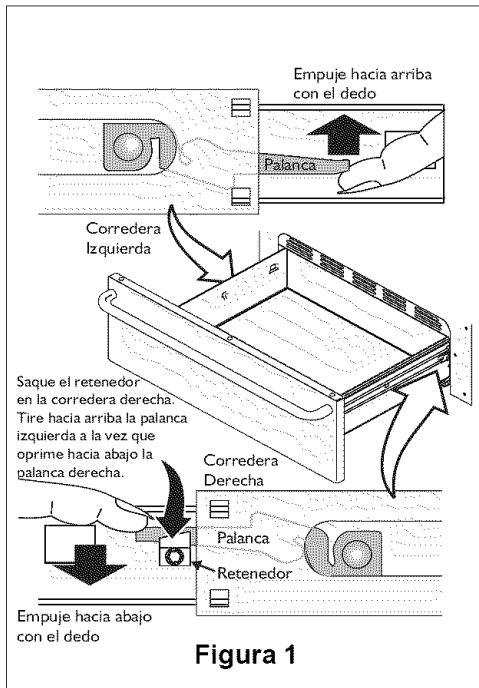

Figura 1
3. En la corredera de la derecha usted encontrará un shield sujeto con un tornillo de cabeza hexagonal (ver Figura 1). Usando una llave de casquillo de 1/4" saque el retenedor.